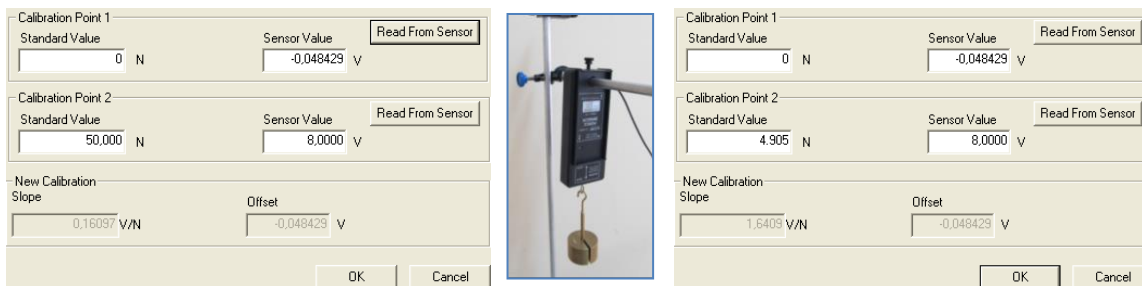

Figura 3: Calibración del sensor, Pasos 2 y 3.
- 2.4 Se debe presionar el botón "*Read From Sensor*" como se aprecia en la figura 3 izquierda.
- 2.5 Colgar un peso, previamente determinado, del sensor (figura 3 centro) y fijar este valor como se aprecia en la figura 3 derecha.